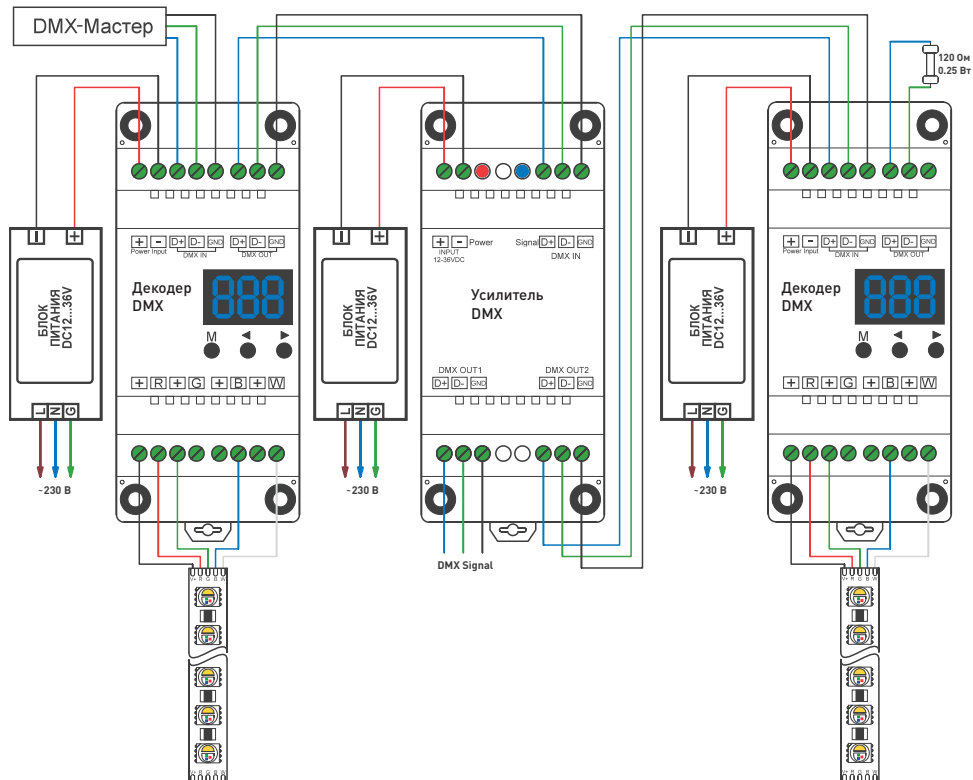

Рисунок 1. Схема подключения усилителя SMART-DMX (12-36V, 2CH, DIN).
3. На передачу сигнала по длинной линии или по линии плохого качества может негативно воздействовать эффект отражения сигнала от конца линии. Для уменьшения уровня отраженного сигнала подключите в конце линии терминальный резистор сопротивлением 90-120 Ом и мощностью 0.25 Вт (см. рисунок 1).